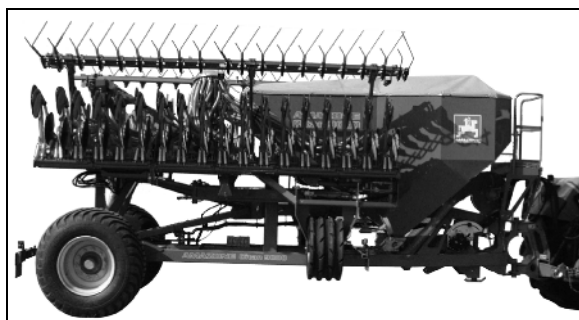

Fig. 106
1. Indstil hydraulik-håndtaget (Fig. 106)